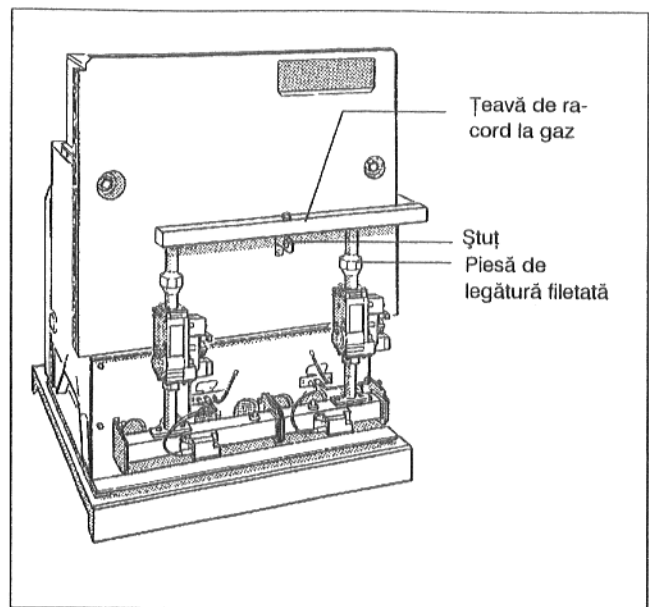

Fig. 24
- Se fixează garniturile și țeava de racord la gaze și se racordează cu ajutorul pieselor de legătură filetate de arzătorul de gaze deasupra armăturilor (Fig. 24).
- Se înșurubează ștuțul pentru țeava de racord la gaz pe peretele despărțitor (Fig. 24).